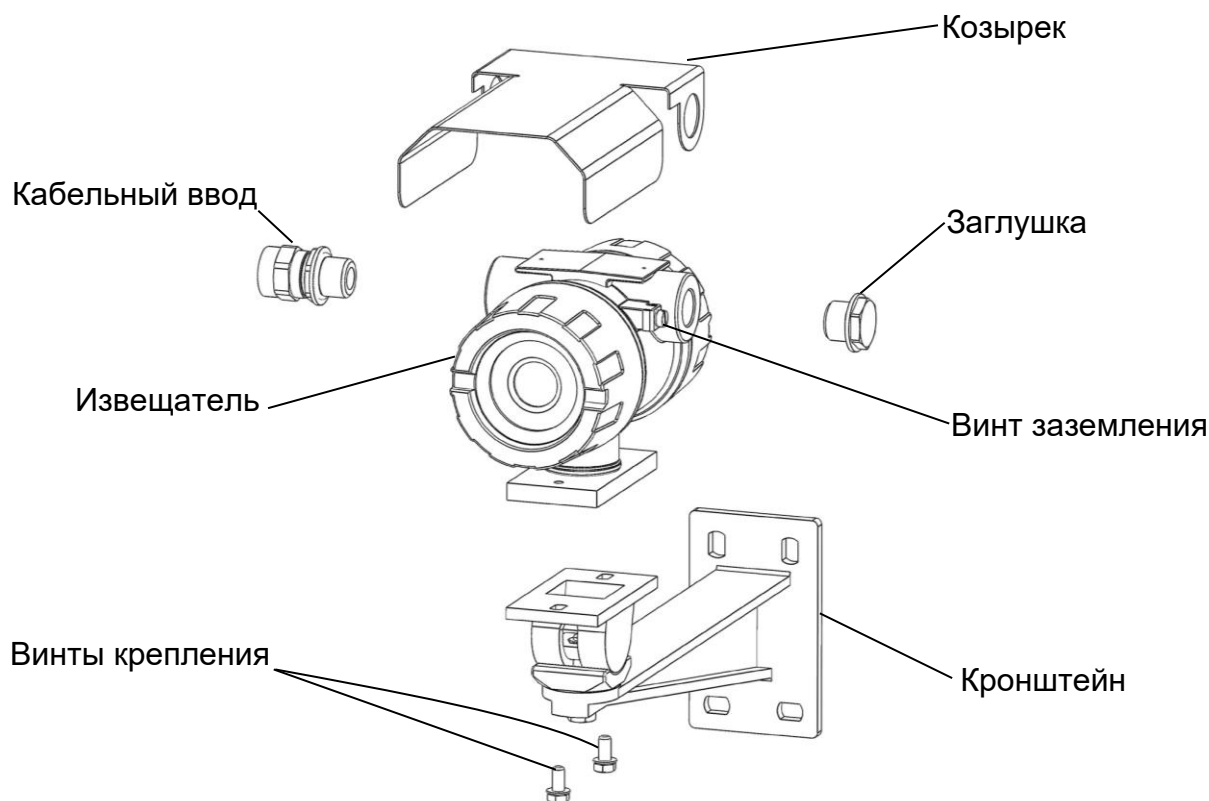

Рисунок 6 – Схема монтажа извещателя
3.5.3 Установка извещателя на штатное место осуществляется с помощью кронштейна (рисунок 6).